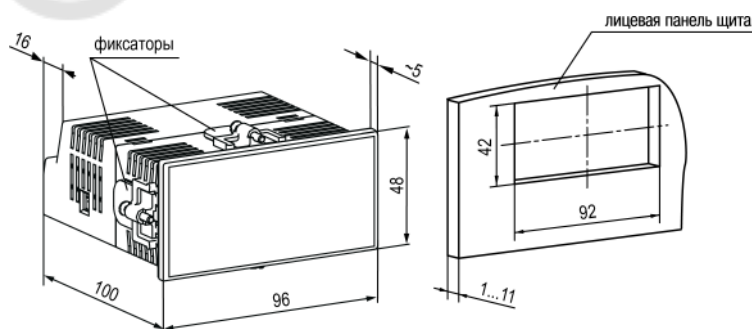

Рисунок 4.5 – Габаритные размеры корпуса ЩЦ2 и монтажного отверстия в щите
1. Подготовить в щите управления монтажный вырез для установки прибора с помощью шаблона из комплекта поставки (см. рисунок 4.5).